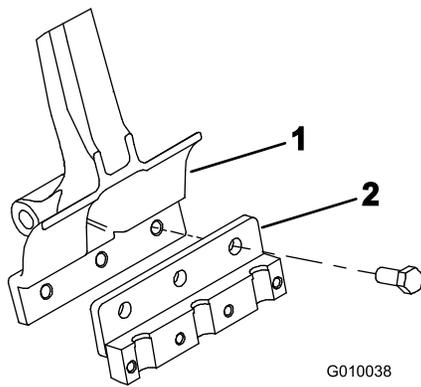

図 22
2. 各タイヤ・アームにタイヤ・ホルダーを取り付ける(図 22); ボルト(1/2 x 1-1/4 in) 3 本を使用。ボルトを101.6Nm (10.4kg.m) にトルク締めする。